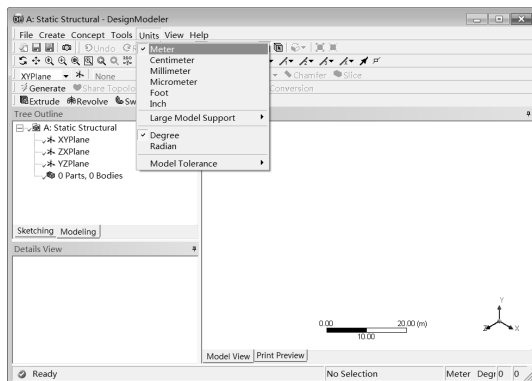

图 5-36 创建几何体
Step1：在 A3 Geometry 上双击，此时会弹出如图 5-36 所示的 DesignModeler 软件窗口，选择 Meter 选项，然后单击 OK 按钮。